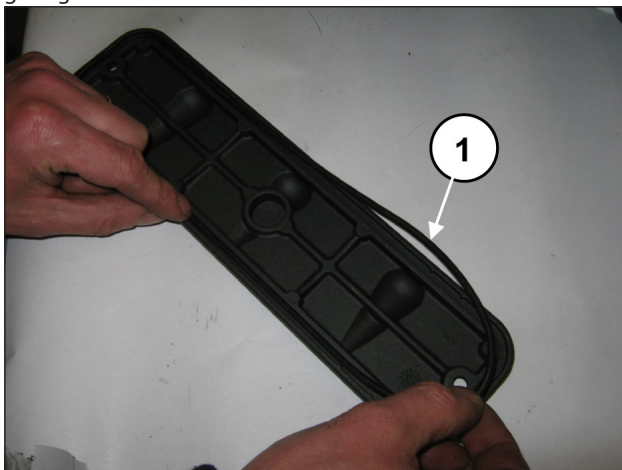

Abb. 91
Montieren Sie Inspektionsdeckel mit dem O-Ring (Pos. ①, Abb. 91) und ziehen Sie die Deckel anhand von 2+2 Schrauben M6x14 fest (Pos. ①, Abb. 92).